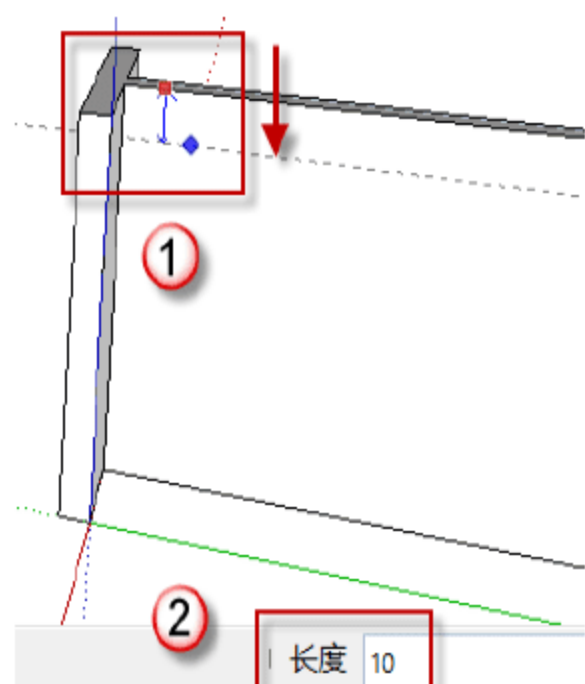

图 8.1.4 使用参考线绘制直线
(4) 根据雨篷骨架的设计需要确定骨架上底面的宽度与厚度。选择“卷尺工具”命令，在骨架的侧立面上向下拉出一条辅助线来，辅助线与骨架的上边线距离为 12 个单位，如图 8.1.4 所示。